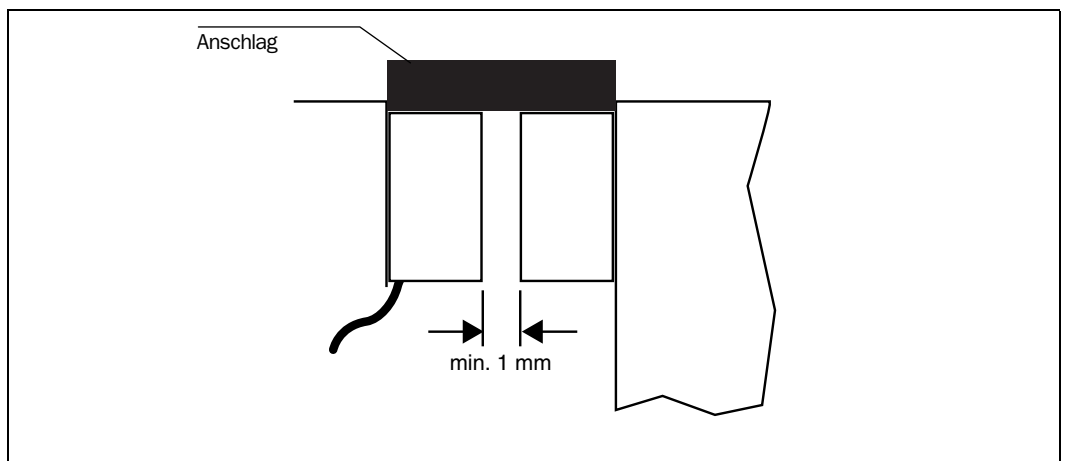

Abb. 2: Montagebeispiel von Sensor und Betätiger
- Sensor und Betätiger so montieren, dass sie sich nicht gegenseitig berühren: Minimaler Abstand der Stirnflächen bei geschlossener Schutzeinrichtung 1 mm (Abb. 2).
- Zusätzlichen Anschlag für beweglichen Teil der Schutzeinrichtung anbringen (Abb. 2).